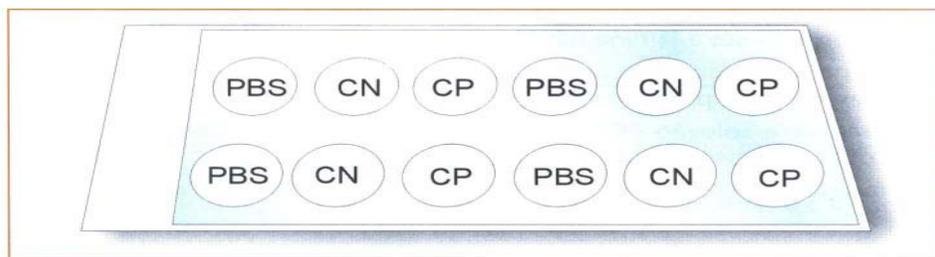

Figura 9 -Representação de uma lâmina para titulação do conjugado
5. faça a identificação da lâmina e prepare um protocolo de trabalho, indicando as posições do soro controle positivo (CP), do negativo (CN) e do PBS. Veja na Figura 9.